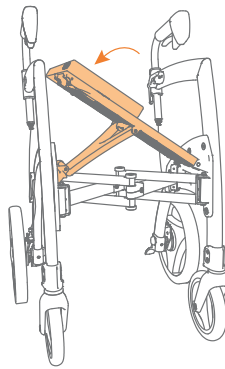

Figura 11: Spingere il sedile verso il basso fino a quando non si sente un "clic".
- Spingere il sedile verso il basso fino a quando non scatta in posizione. Importante: il sedile non è fissato fino a quando non si è sentito "cliccare" (**Figura 11**).